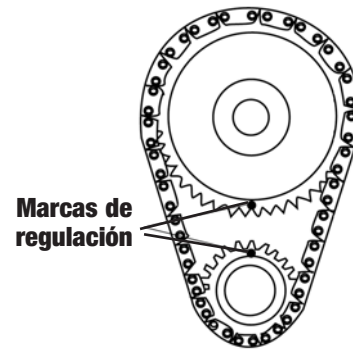

Figura 1 - Alineamiento de la rueda dentada de la cadena de regulación
13. Haga girar el motor hasta que las marcas de regulación estén alineadas, tal como se muestra en la Figura 1.
2. Instale el árbol de levas nuevo con ruedas dentadas, cadena de regulación y elevadores nuevos. **PRECAUCIÓN:** Utilice el Juego de cadena y engranaje de regulación Edelbrock Performer-Plus True Rolling N° 7820 (1965 a 1972 ½) o N° 7811 (1973 a 1990). También puede usar la transmisión de engranaje Accu-Drive N° 7892. No utilice juegos de cadena y engranaje de regulación de modelos recientes que estén diseñados en posición retardada y que no se recomiendan para la instalación de este tipo de árbol de levas. Los Juegos de regulación Edelbrock incluyen tres chaveteras para la selección de regulaciones específicas. Aplique compuesto de fijación a las roscas de los pernos de contacto del engranaje y la leva de regulación. Apriete los pernos de acuerdo con las recomendaciones de la fábrica indicadas en el manual de reparación del motor. Instale el árbol de levas con las marcas de regulación alineadas en la forma recomendada en las especificaciones de la fábrica. Consulte la Figura 1. Cuando se utiliza el Juego de cadena y engranaje de regulación Performer-Plus (serie 7800) con un juego de leva y elevador Edelbrock, se logra un alineamiento vertical hacia arriba. Si se utiliza cualquier otro engranaje de regulación, es necesario comprobar la posición de la leva para lograr un alineamiento de regulación correcto, lo cual significa que hay que graduar el árbol de levas con una rueda medidora en grados para verificar el alineamiento de regulación. No se recomienda utilizar engranajes de regulación O.E.M. o de otros fabricantes con los árboles de levas Edelbrock.
Después de la instalación y regulación correctas de la leva (ver la Figura 1), será necesario inspeccionar cada varilla de empuje para verificar la precarga correcta del elevador.